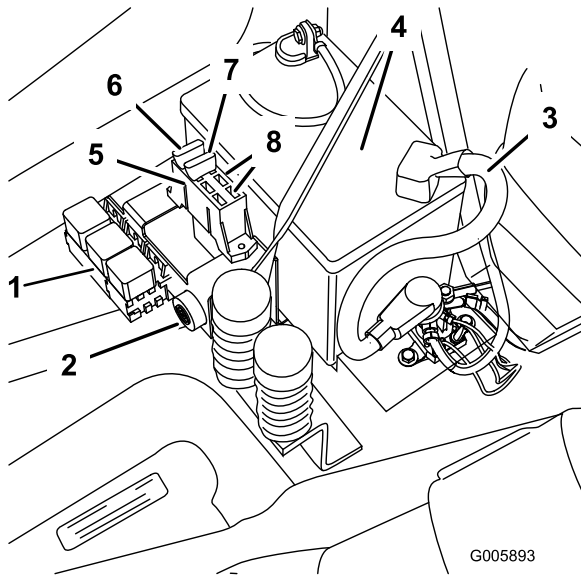

Bild 46
1. Heben Sie den Sitz an, um die Sicherungshalter zugänglich zu machen (Bild 46).
2. Ziehen Sie die Sicherung zum Wechseln heraus (Bild 46).